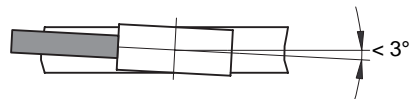

Abb. 6: Definition der Zählrichtung / Montage
- **Auf richtige Ausrichtung bezüglich der Zählrichtung achten** (Abb.6). Dies ist unerheblich falls sich die Zählrichtung in der elektronischen Auswertung umkehren lässt. (wie z.B. bei den Magnetbandanzeigen von **SIKO**)
- Abstandsmaße zwischen Sensor und Magnetband sowie Winkeltoleranzen beachten, diese müssen über die gesamte Messstrecke eingehalten werden! (Abb.6) Als Montagehilfe kann die beiliegende Abstandslehre verwendet werden.